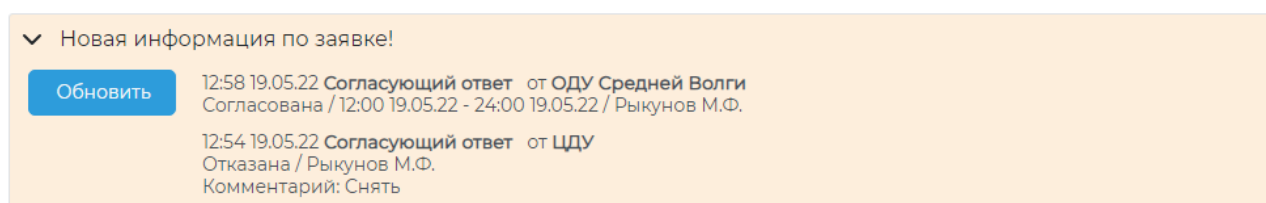

Рисунок 12.6 – Отсутствие изменений на ФОЗ
- «Обновить» – кнопка появляется в случае отсутствия изменений на ФОЗ, при этом в заявку заносится информация из сообщения (Рисунок 12.6).